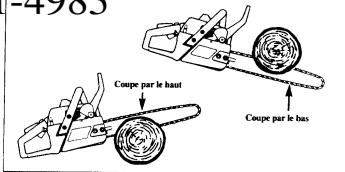

Figure 25
2. Types de coupes utilisées (Figure 25) :